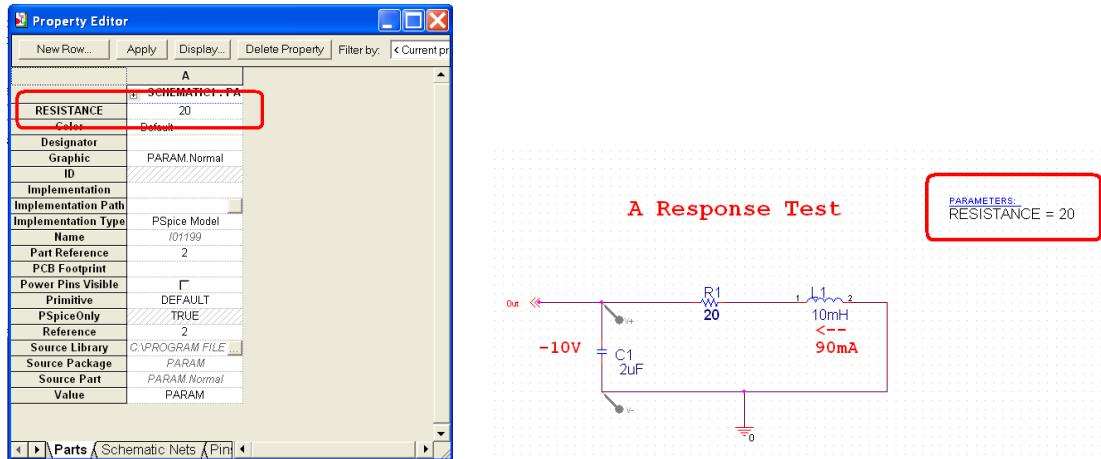

图 26. 全局变量 RESISTANCE 已建立
- 4) 点击 Apply. 见图 26, 全局变量 RESISTANCE 已建立.